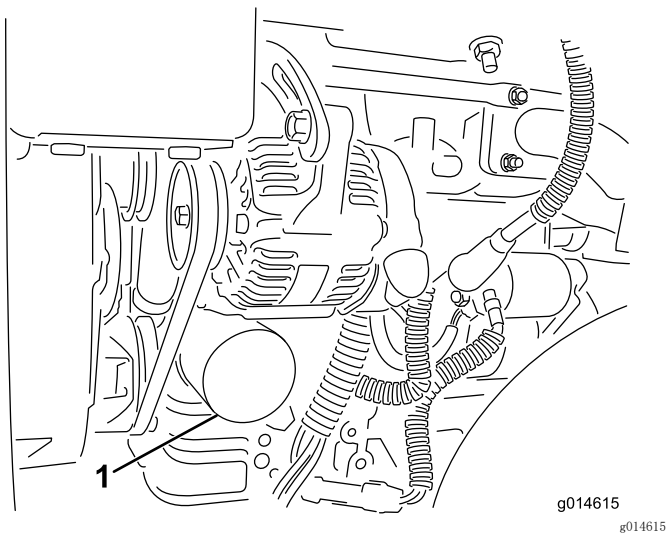

图47
2. 拆下机油滤芯（图47）。在新的滤芯垫片上涂上薄薄一层干净油。